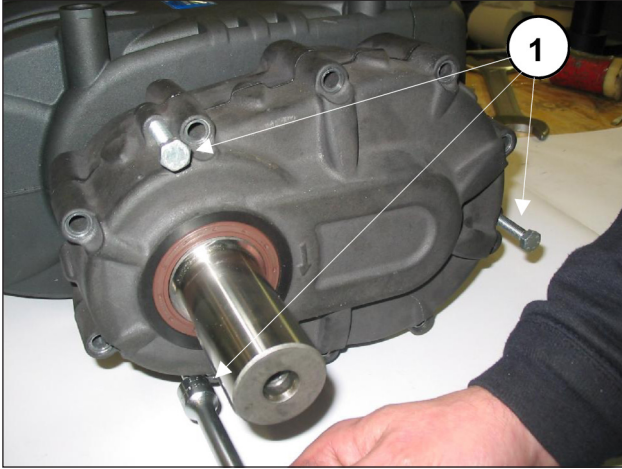
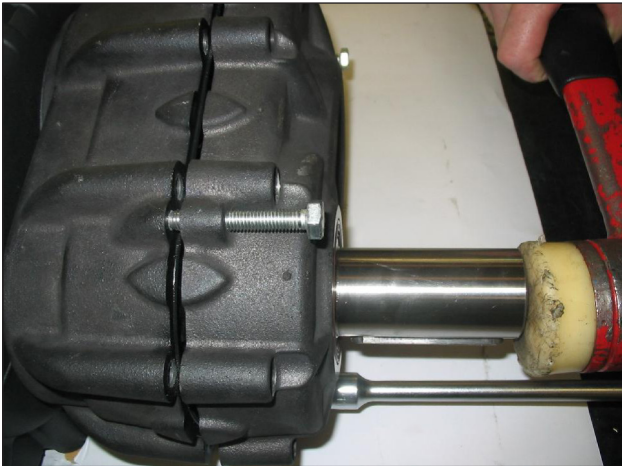

Fig. 16
Fig. 17
- Placer dans les orifices prévus à cet effet 3 goujons ou vis filetés M8 (Fig. 16, rep. ①) faisant office d'extracteur et frapper simultanément le pignon de sorte que le coussinet n'en sorte pas durant l'extraction du couvercle (Fig. 17).